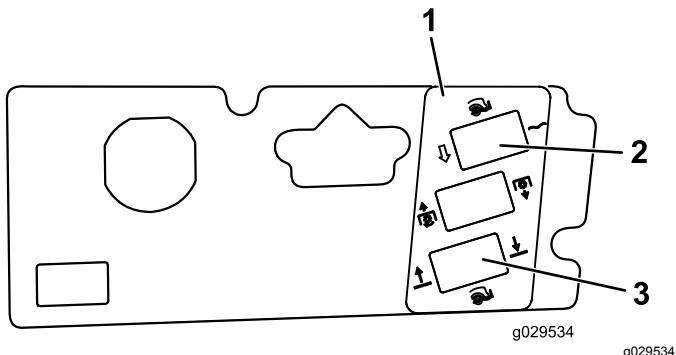

図 24
8. パネルの表面をきれいにして穴を取り囲むようにデカルを貼り付ける図 24。
9. できた穴にスイッチを入れる図 24。